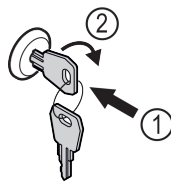

Fig. 176
- ▶ Trykk inn nøkkelen. Fig. 176 (1)
- ▶ Vri nøkkelen 90° med klokka. Fig. 176 (2)